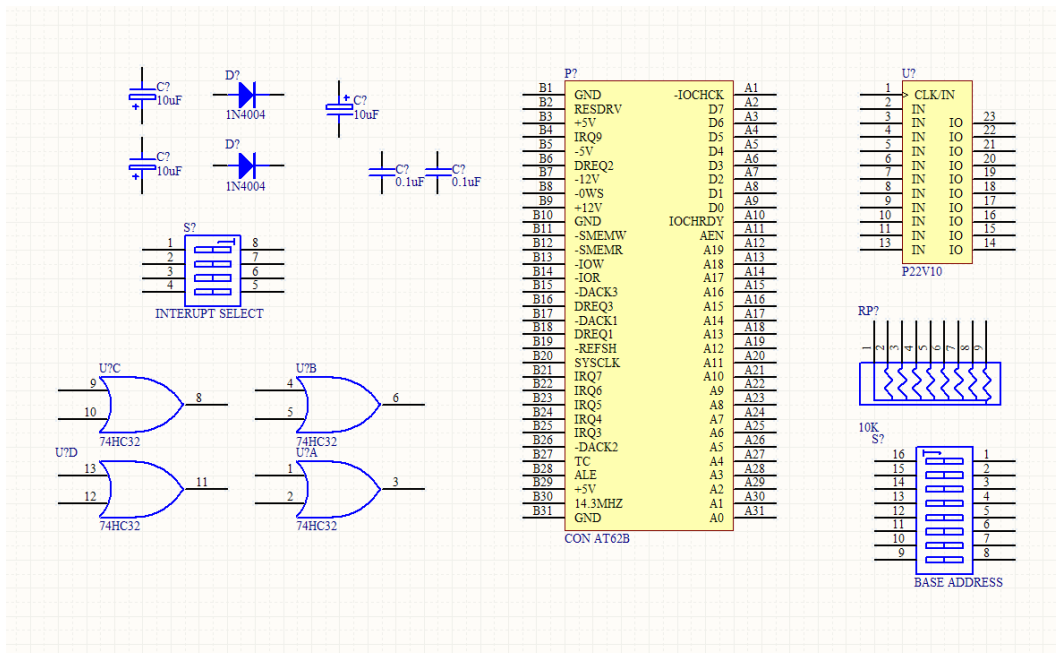

图 1.4 放置元件
1.5.1 使用“Place/Part...”命令, (或快捷键 PP) 弹出元件放置对话框, 从相应的元件库中放置元件. 在放置元件之前,按 TAB 键弹出元件属性对话框. 如图 1.4